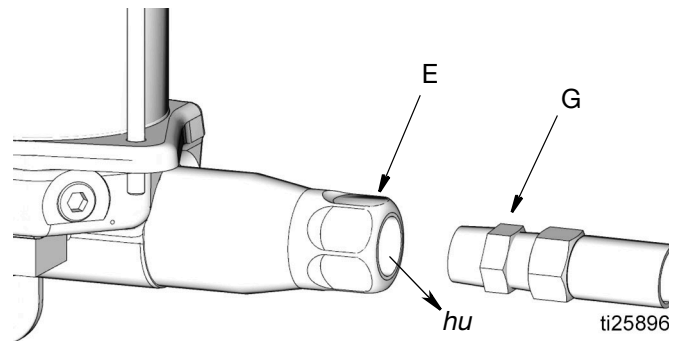

FIG. 7
3. Débrancher la conduite d'alimentation en lubrifiant (G) de la sortie de la pompe (E) (FIG. 7).
5. Faire fonctionner la pompe durant quelques courses jusqu'à ce que de l'huile (*hu*), exempte d'air, sorte par la sortie (E) de la pompe (FIG. 7).